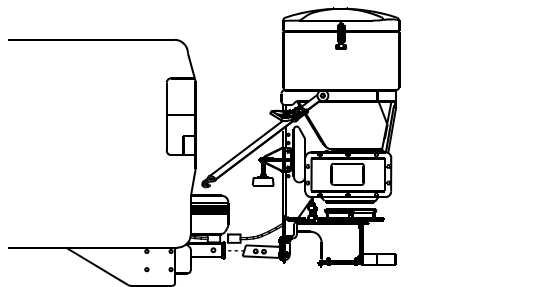

Figure 18
2. Insérez l'attelage de l'épandeur dans le dispositif d'attelage du véhicule et alignez le second trou de l'attelage de l'épandeur sur le trou de l'attelage du véhicule (Figure 18).